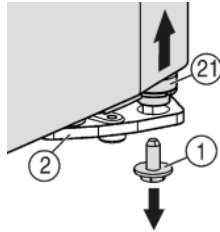
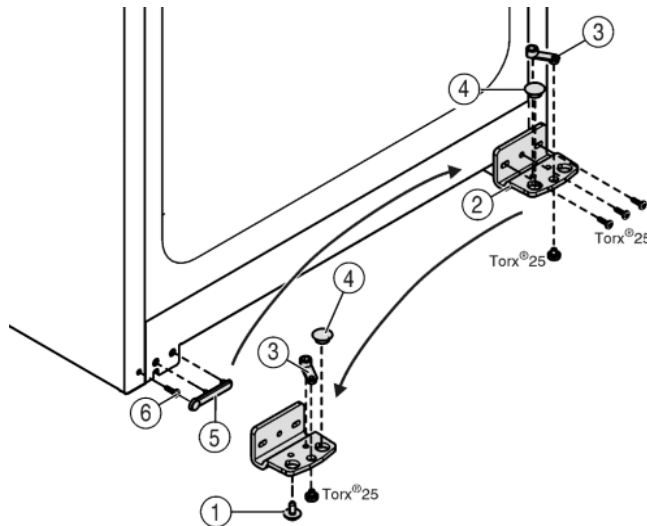

Fig. 4
Fig. 5
- ▶ Rechts onder aan de lagerbus de borgschroef Fig. 4 (1) uitdraaien.
- ▷ De lagerbout Fig. 4 (21) komt uit de lagerbus Fig. 5 (2) los.
- ▶ Indien de lagerbout Fig. 4 (21) niet kan worden losgedraaid, de bout van onderaf naar buiten drukken.
- ▶ Lagerbus Fig. 5 (2) losschroeven.
- ▶ Lagerdeel Fig. 5 (3) losschroeven en in het tegenoverliggende opnamegat van de lagerbus omzetten en weer vastschroeven.
- ▶ Stop Fig. 5 (4) uit de lagerbus verwijderen en in de tegenoverliggende opening van de lagerbus omzetten.
- ▶ Afdekking Fig. 5 (5) aan kant van de greep voorzichtig wegnemen.
- ▶ Schroef Fig. 5 (6) uitdraaien en aan de andere kant weer indraaien.
- ▶ Afdekking Fig. 5 (5) weer terugplaatsen.
- ▶ Lagerbus Fig. 5 (2) aan de nieuwe scharnierzijde evt. met behulp van een accuschroevendraaier weer **goed (met 4 Nm)** vastschroeven.
- ▶ Borgschroef Fig. 4 (1) onder in de lagerbout draaien en vastschroeven (**met 4 Nm**).